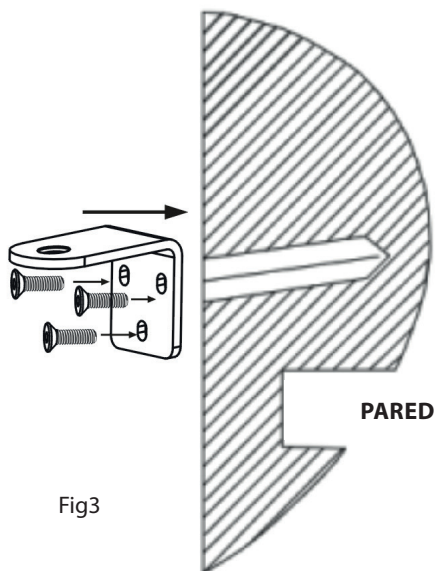

Fig3
2. Introduzca 4 tacos de expansión en los orificios y, a continuación, fije el soporte exterior a la pared con los tornillos ST4x40. Véase la Fig. 3.
3. Marque la pared de acuerdo con las dimensiones mostradas en la Figura 2. Utilice una broca de 10 mm para perforar 3 orificios en la parte superior y 3 orificios en la parte inferior, con una profundidad de 45 mm. Inserte tacos de plástico de 8x40 mm en los orificios y, a continuación, fije el soporte a la pared con un destornillador. Véase la Fig. 3.